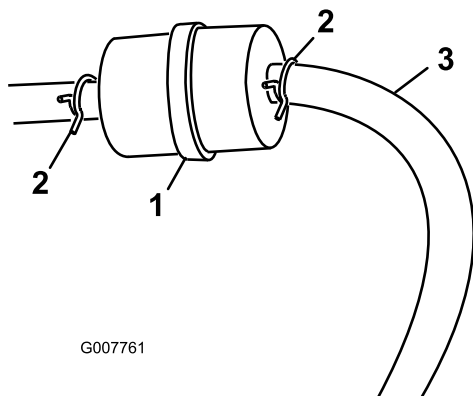

Bild 25
- Drücken Sie die Enden der Schlauchklemmen zusammen und schieben Sie sie vom Filter weg (Bild 25).
- Setzen Sie einen neuen Filter ein und schieben Sie die Schlauchklemmen an den Filter heran (Bild 25).
- Lockern Sie die Schlauchklemme am Kraftstofffilter und schieben Sie sie an der Kraftstoffleitung weg vom Kraftstofffilter (Bild 25).
- Schließen Sie die Kraftstoffleitung vom Kraftstofffilter ab (Bild 25).
Hinweis: Lassen Sie das Benzin in einen Benzinkanister oder eine Auffangwanne ablaufen (Bild 25).
- Bringen Sie die Kraftstoffleitung am -filter an. Schieben Sie die Schlauchklemme ganz an den Kraftstofffilter heran, um die Kraftstoffleitung zu befestigen (Bild 25).